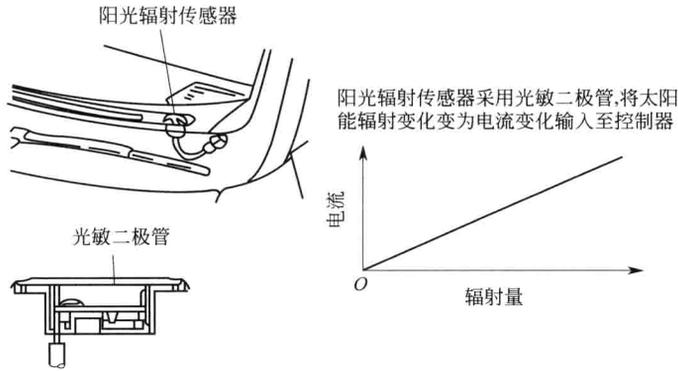

图 1-8 阳光辐射传感器
c. 阳光辐射传感器 阳光辐射传感器如图 1-8 所示，它能检测太阳辐射的变化。